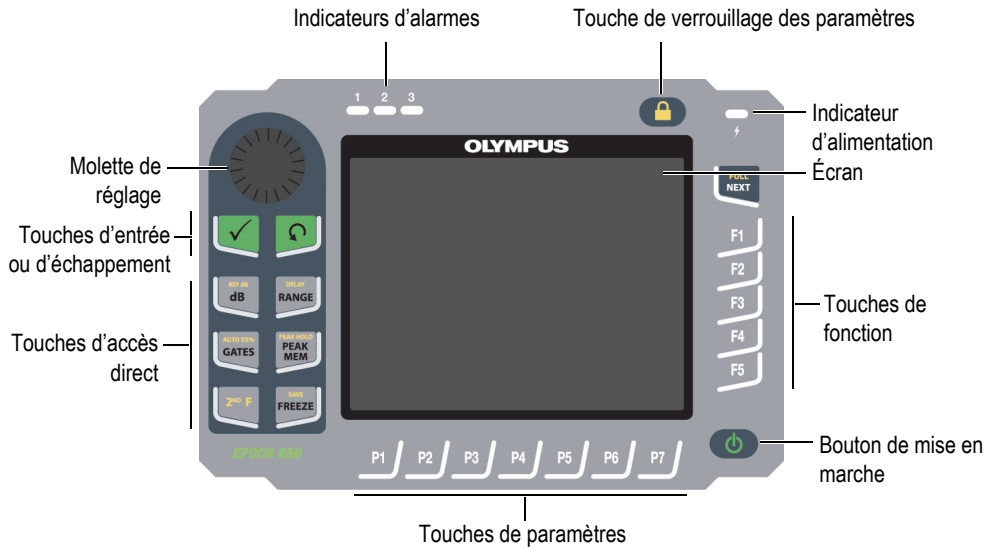
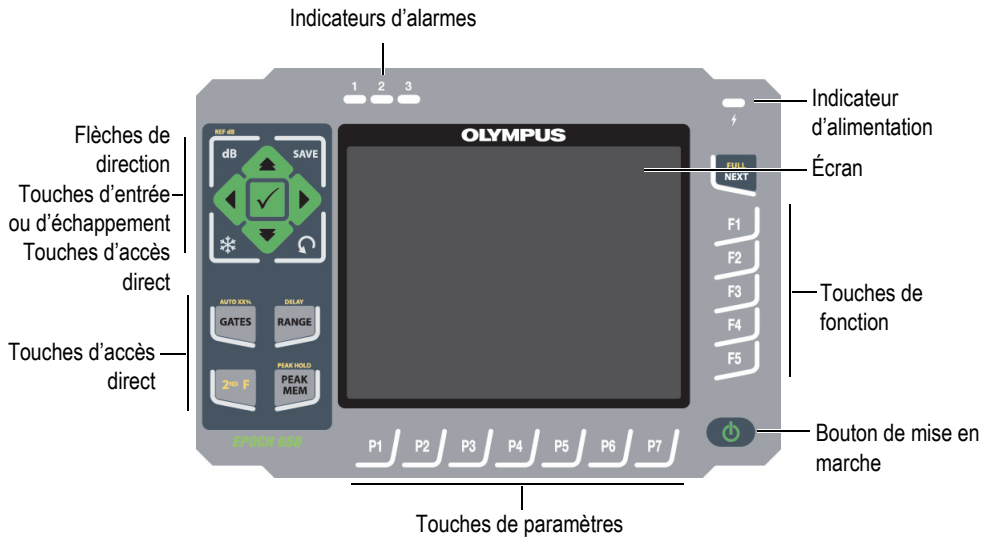
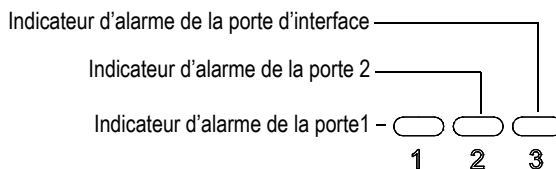

Figure 1-3 Configuration avec molette de réglage
Figure 1-4 Configuration avec clavier de navigation
Figure 1-15 Indicateurs d'alarmes
- Molette de réglage (voir la Figure 1-3 à la page 33)
- Clavier de navigation (voir la Figure 1-4 à la page 33)
L'EPOCH 650 est équipé de trois témoins lumineux d'alarmes (voir la Figure 1-15 à la page 45). Les indicateurs sont situés sur le panneau avant, au-dessus de l'écran (voir la Figure 1-3 à la page 33 et la Figure 1-4 à la page 33).